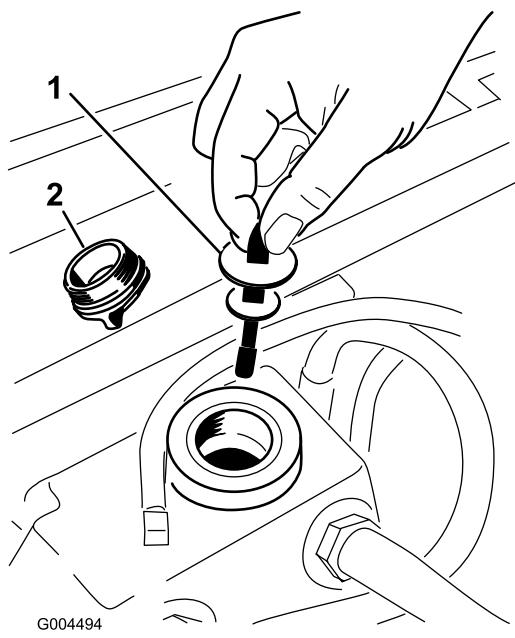

Figura 70
3. Retire o tampão de enchimento hidráulico (Figura 70) do tubo de enchimento.
4. Retire a vareta e limpe-a com um pano limpo (Figura 70).
5. Coloque a vareta no tubo de enchimento, retire-a e verifique o nível de fluido (Figura 70).